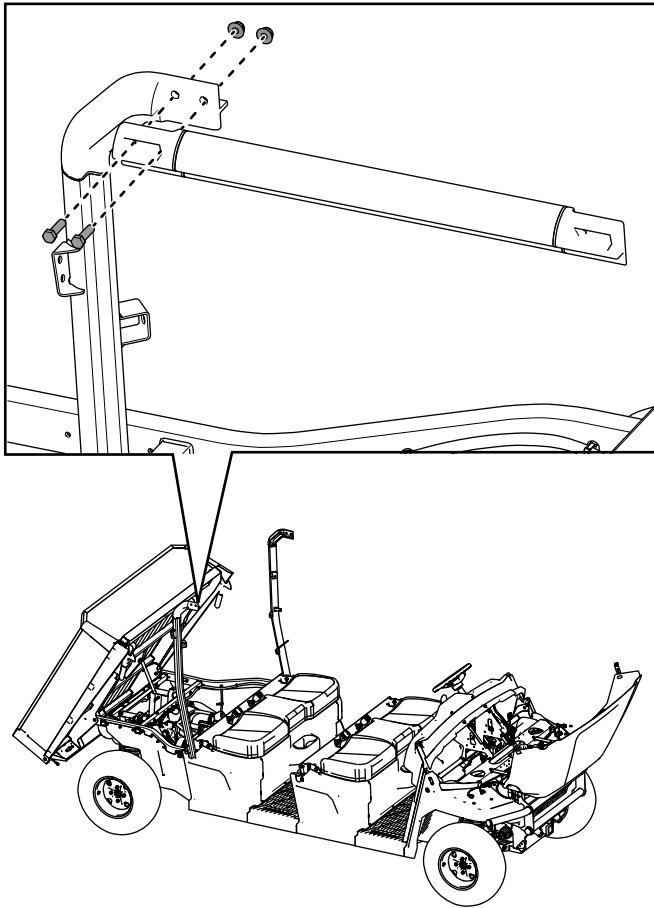

Figura 43
8. Sujete provisionalmente el conjunto de unión derecho de la barra antivuelco al conjunto derecho trasero de la barra antivuelco con 2 pernos de cabeza hexagonal ($\frac{3}{8}$ " x $1\frac{1}{4}$ ") y 2 contratuercas ($\frac{3}{8}$ "), como se muestra en la **Figura 43**.